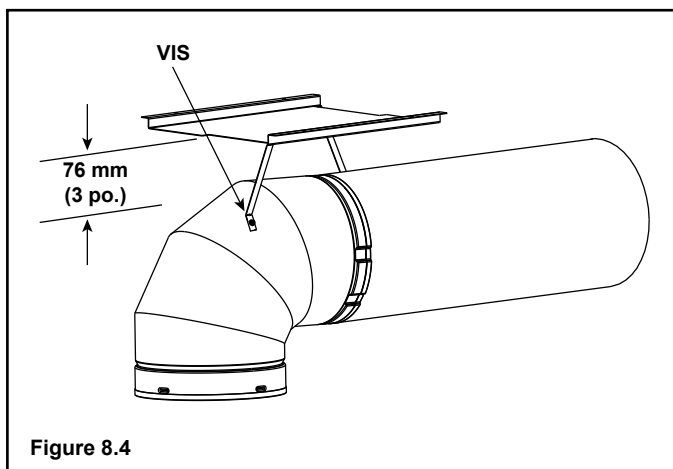

Figure 8.4
- Si les matériaux combustibles ne sont pas en place au moment de l'installation, il est possible de visser l'écran de chaleur du coude sur le tuyau d'échappement (voir la figure 8.4). Couper les ergots tel qu'illustré et les courber vers le bas. Fixer solidement l'écran de chaleur sur le tuyau en maintenant un dégagement de 76,2 mm (3 po) à 101,6 mm (4 po) entre le tuyau et l'écran.